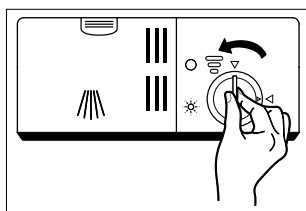

Fig. 9
- ▶ Gire la tapa del depósito de abrillantador (6) en sentido antihorario hacia la flecha izquierda y extraiga la tapa (véase **fig. 9**).